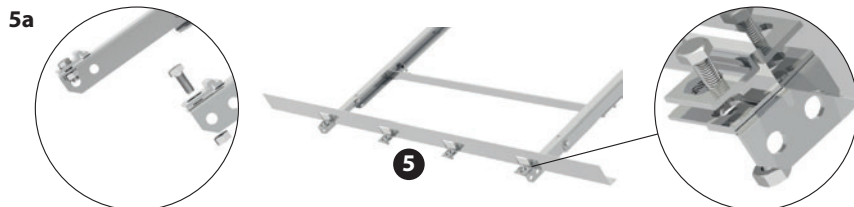
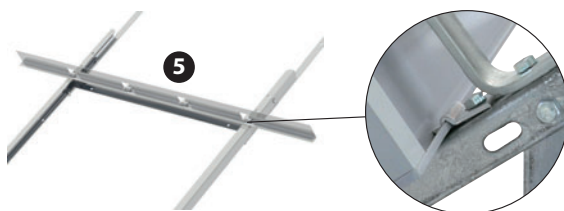

Figura 2.13
Figura 2.14
- 3 Solo in caso di sistema a due collettori (BIASISOL CN BLACK 200-2 e CN BLACK 320-2), posizionare la barra **5** sulla parte inferiore e, negli appositi spazi, posizioniamo i quattro elementi di fissaggio in alluminio senza stringere i bulloni M8 con i dadi (Figura 2.13).
Il collettore va fissato con due elementi di fissaggio in alluminio così come descritto nell'immagine **5a** (Figura 2.13) e in (Figura 2.14).
- 4 Ripetere per la barra superiore (Figura 2.14).